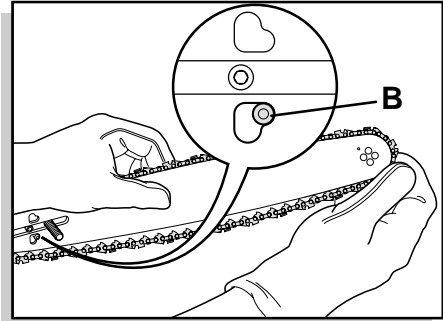

fig. 4
- Far calzare perfettamente la catena sulla barra. Se necessario, forzare in punta aiutandosi col cacciavite. Curare l'inserimento del piolino tendicatena nell'apposito foro della barra (fig. 4).